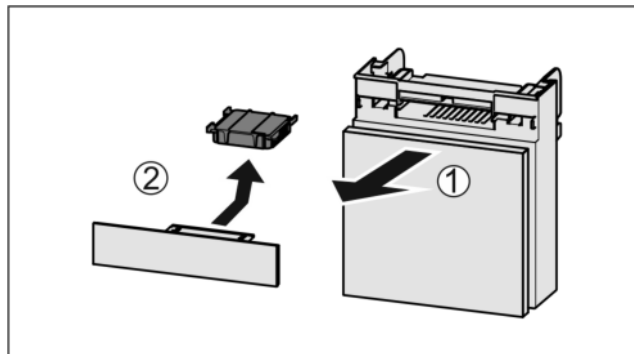

Fig. 111
- Fach nach vorne herausziehen Fig. 111 (1).
- Aktivkohlefilter entnehmen Fig. 111 (2).